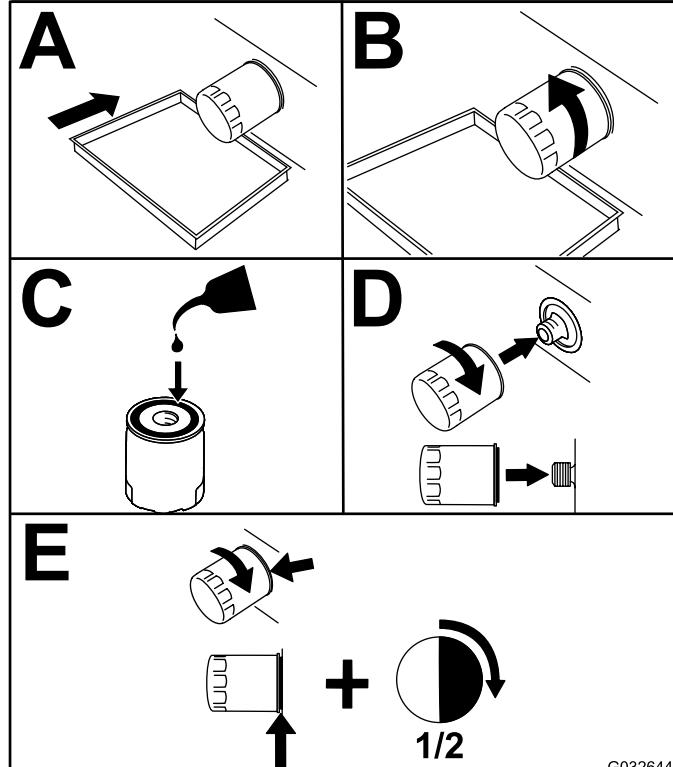

Bild 50
2. Wechseln Sie den MotorölfILTER (Bild 50).